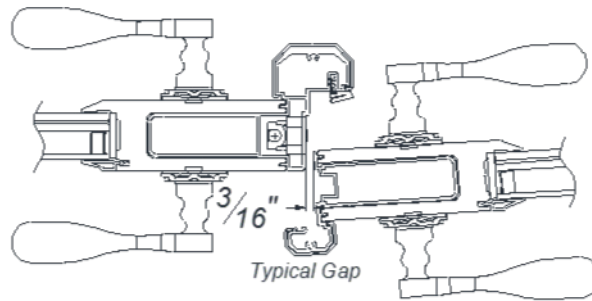

Figura 12
27. Verifique la alineación de la puerta. Si es una sola puerta, verifique el marco del jamba. Si es una puerta doble, verifique contra el panel inactivo.  $3/16$ " del espacio debe estar mostrando el panel activo que esté entreabierto (Figura 12).